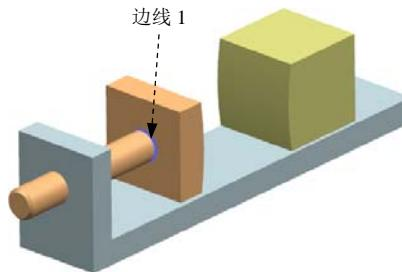

图 6.7.4 定义操作对象
(1) 选择命令。选择下拉菜单 **插入 (I)** → **连接器 (R)** → **弹簧 (S)...** 命令，系统弹出“弹簧”对话框。
(2) 定义附着类型。在“弹簧”对话框的**附着**下拉列表中选择 **连杆** 选项。
(3) 定义操作对象。单击“弹簧”对话框**操作**区域中的 **\*选择连杆 (O)** 按钮，选取连杆 3 (挡板) 为操作连杆；单击**操作**区域中的 **指定原点** 按钮，在右侧下拉列表中选取“圆弧中心”
④ 选项，在模型中选取图 6.7.4 所示的边线 1 为原点参考。